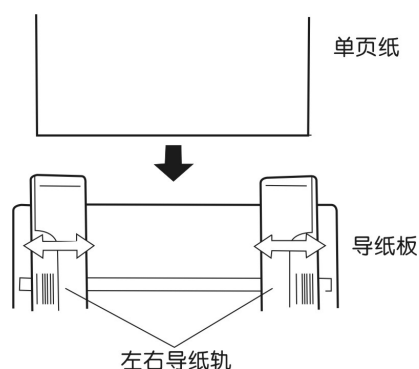

图 3-3 调节导纸轨位置
4. 在导纸轨之间装入单页纸时，将打印面朝下（如图 3-3 所示），把纸向下轻轻推入，要确保打印纸处于良好的进出状态。